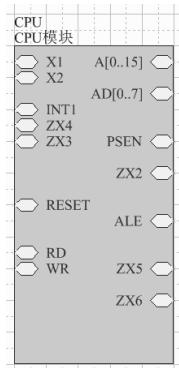

图 5-80 放置 CPU 模块方块图的内部 I/O 端口
(5) 执行菜单命令“放置-添加图纸入口”或者图标命令 ，放置方块图的内部 I/O 端口。与端口放置一样，在放置状态下按“Tab”键，可以对内部 I/O 端口属性进行设置。多次执行这个操作，同样放置 CPU 模块方块图的内部 I/O 端口，如图 5-80 所示。